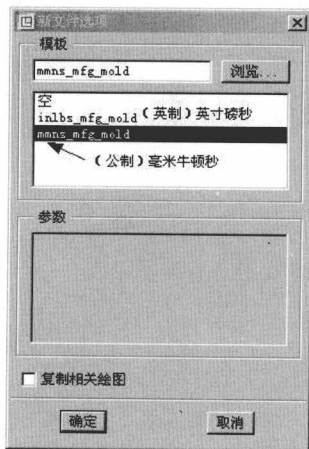

图 1.2
④ 在“名称”栏中输“自己定义的名称”。然后单击【确定】按钮完成这个模板的设置（或单击鼠标滚轮完成设置）。
⑤ 在弹出的【新文件选项】对话框中选择公制单位【mmns_mfg_mold】(毫米牛顿秒), 如图 1.2 所示。然后单击【确定】按钮完成“MFG 文档”的创建(或单击鼠标滚轮完成设置)。